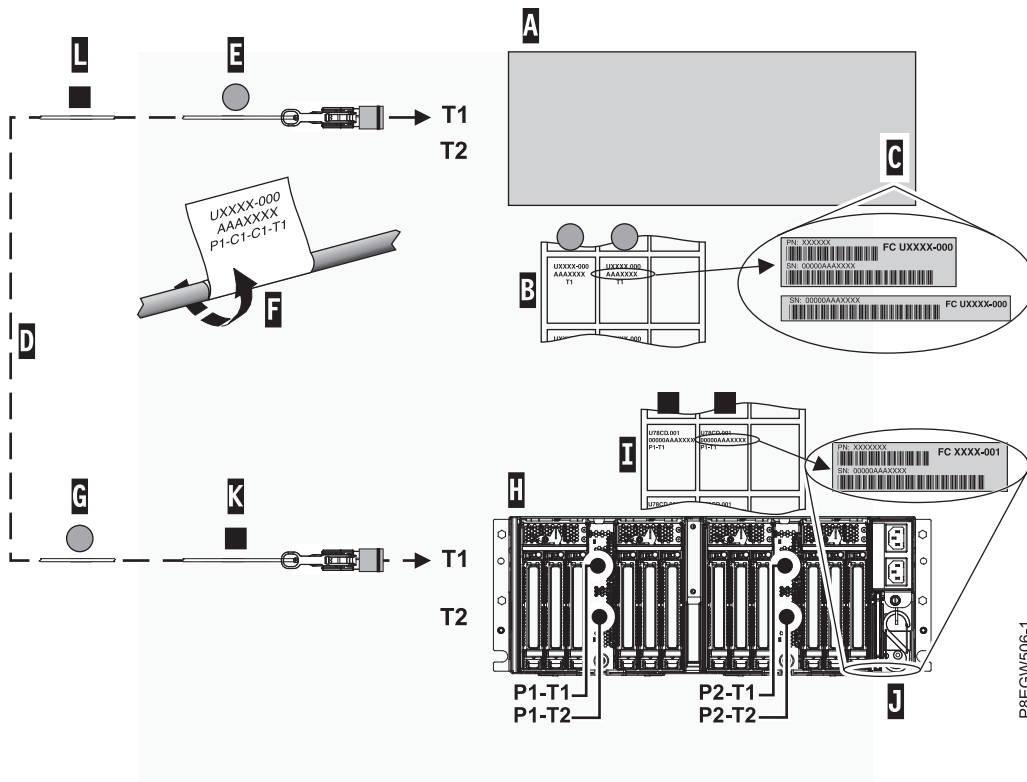

Figura 15. Etiquetado de un cable del cajón de expansión
Nota: Mientras realiza estos pasos, consulte la Figura 15 en la página 18 como referencia.
- g. Conecte la etiqueta Cx-T1 situada en el extremo de más a la izquierda del conector del cable **(E)**. Consulte Figura 15 en la página 18. Recorte la etiqueta con el extremo en blanco de forma que la información de ubicación **(F)** esté visible.
- h. Tome la segunda etiqueta Cx-T1 de la hoja de etiquetas del sistema host **(B)** y póngala en el extremo opuesto del cable que se conecta al cajón de expansión PCIe3 EMX0. Asegúrese de que la etiqueta se coloque a más de 100 mm (4 pulgadas) del extremos del cable **(G)**. Consulte Figura 15 en la página 18.
Nota: Mientras realiza estos pasos, consulte la Figura 15 como referencia.
- a. Localice el cajón de expansión PCIe3 EMX0 (H) que está conectando al sistema host.
- b. Localice la hoja de etiquetas de números de serie del cajón de expansión PCIe3 EMX0 (I).
- c. Compare el número de serie del cajón de expansión PCIe3 EMX0 (J) con el número de serie que aparece en la hoja de etiquetas del cajón de expansión PCIe3 EMX0 (I).
- f. Pegue la etiqueta Px-T1 situada en el extremo de más a la izquierda del conector del cable (K). Consulte Figura 15. Recorte la etiqueta con el extremo en blanco de forma que la información de ubicación (F) esté visible.
- g. Tome la segunda etiqueta Px-T1 de la hoja de etiquetas del cajón de expansión y colóquela en el extremo opuesto del cable a más de 100 mm (4 pulgadas) del extremo del cable (L). Consulte Figura 15.